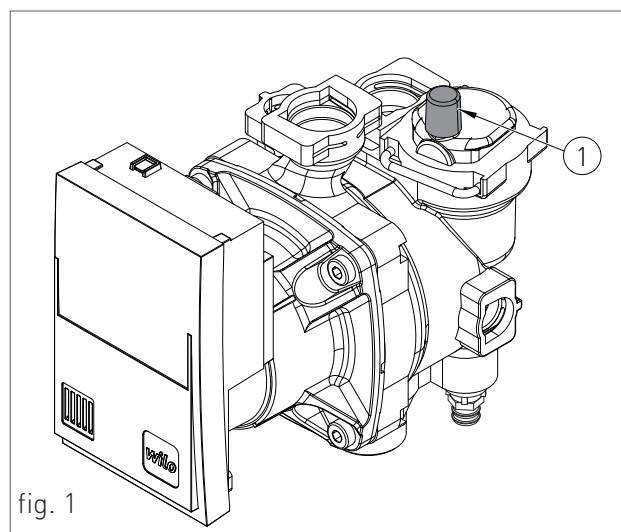

fig. 1
- › tagliare le fascette di fissaggio (vedi A-fig.1);
- › rimuovere il cartone di imballo sfilandolo verso l'alto (vedi B-fig.1);
- › spingere la caldaia verso un lato, tenendola saldamente, e sfilare il pallet sottostante (vedi C-fig.1).
- › svitare il tappo da ½" situato nella parte posteriore del boiler (A- fig.1);
1. allentare leggermente il tappo della valvola jolly del circolatore (1-fig. 1) per permettere all'aria di fuoriuscire dall'impianto;